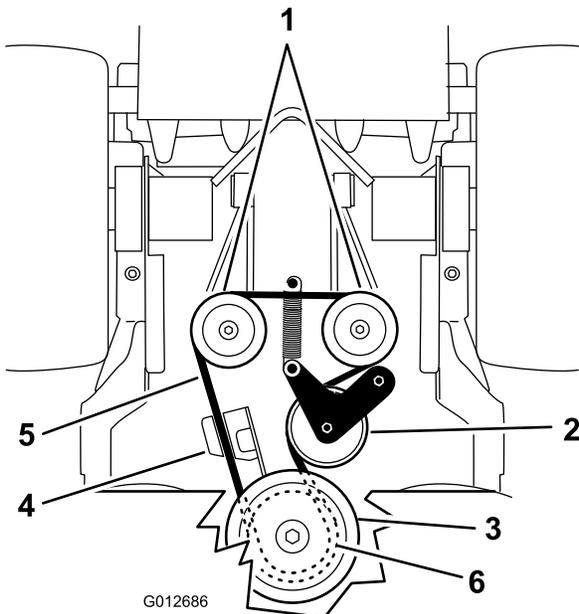

図 66
5. アイドラスプリングをフレームから外す (図 66)。
7. アイドラスプリングをフレームに取り付ける (図 66)。